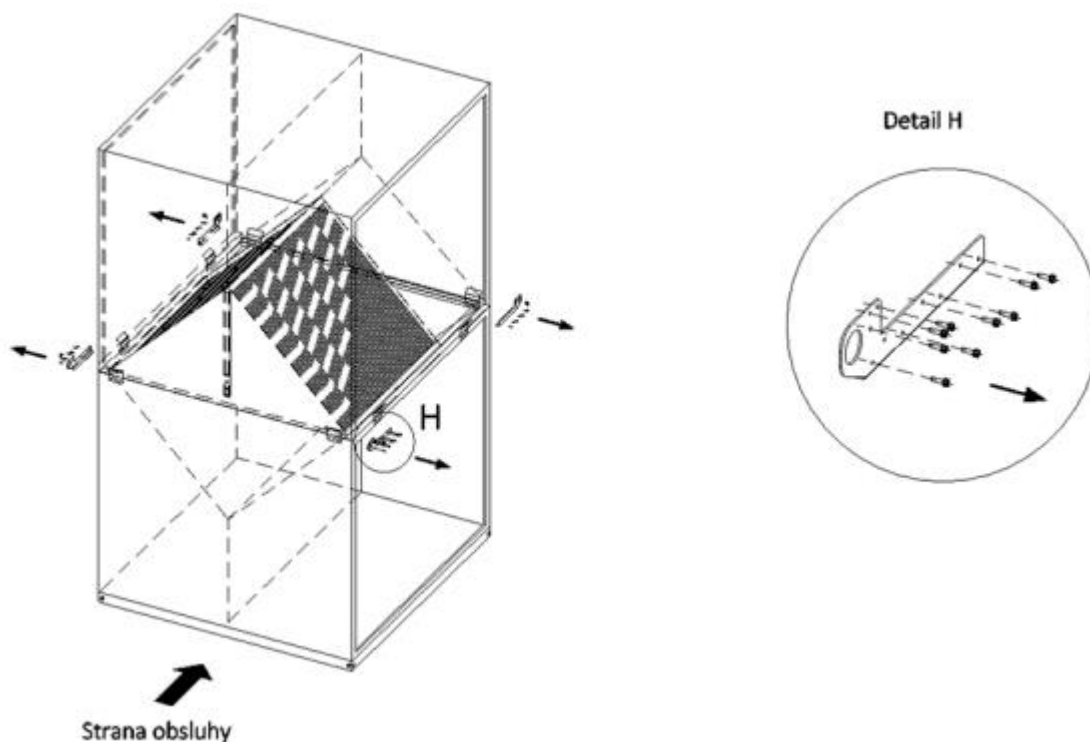

Рисунок 13 Демонтаж крановых петель с верхней части камеры
- Отпустить 9 болтов М8 на каждой петле - см. Рисунок 13, Деталь Н
- Демонтировать крановые петли - см. Рисунок 13